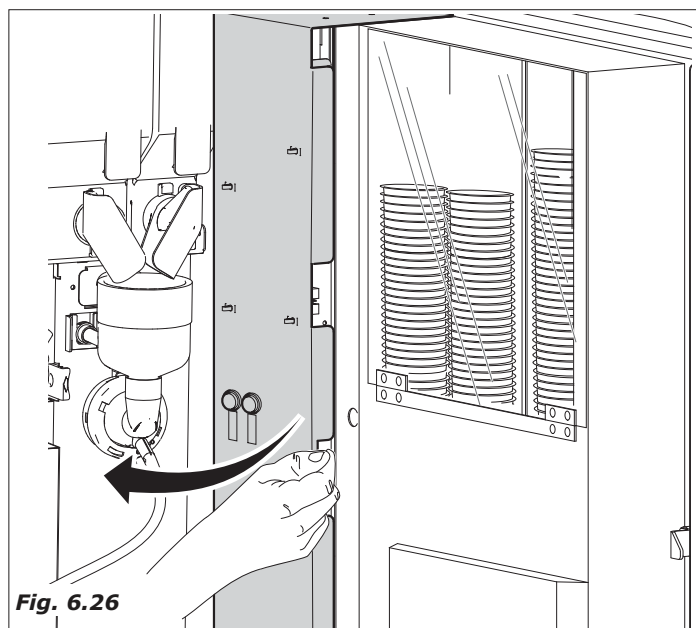

Fig. 6.26
- Ouvrir le portillon de la carte Master (Fig. 6.26)